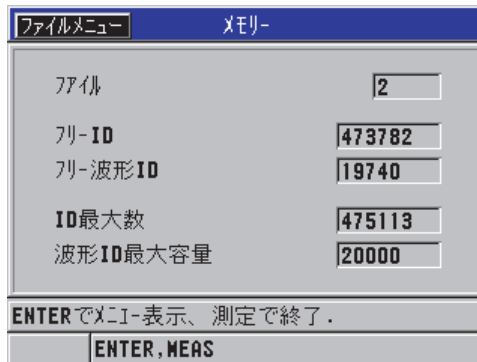

図 6-34 メモリーステータス画面
1. [ファイル] を押し、メモリーを選択してから、[ENTER] を押してメモリーステータス画面を表示します（127 ページの図 6-34 を参照）。この画面には、内部メモリーに保存されているファイル数および現在の記憶容量が表示されます。